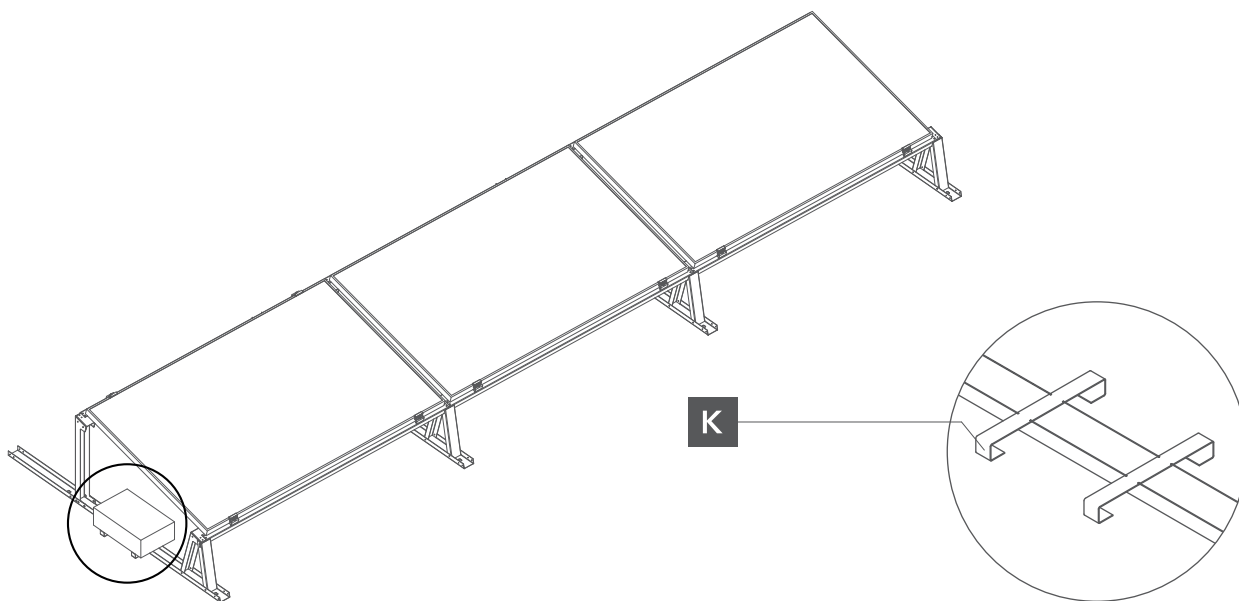

Rys. 5. Łączenie trójkątów montażowych za pomocą łącznika
- 4** Jeżeli będą występować dwa lub więcej rzędów paneli fotowoltaicznych to trójkąty montażowe należy połączyć za pomocą łącznika (Rys. 5).